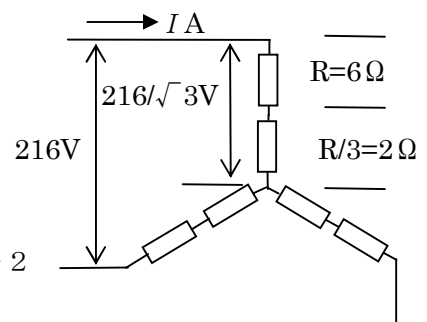

図 24-5-2
① 図24-5-1中で抵抗のΔ結線の部分をY結線にすると、図24-5-2となる。